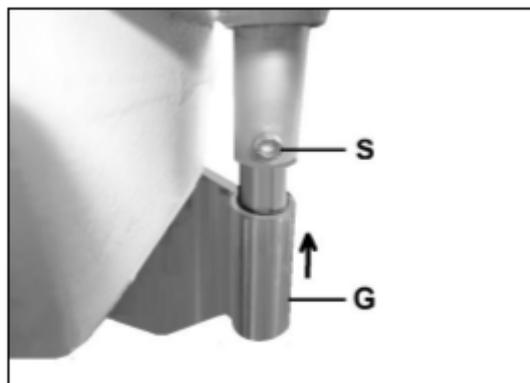

Рис. 14
Ослабьте винт с внутр. шестигранником (S, Рис. 14) и установите узел экрана сверлильного патрона (G).